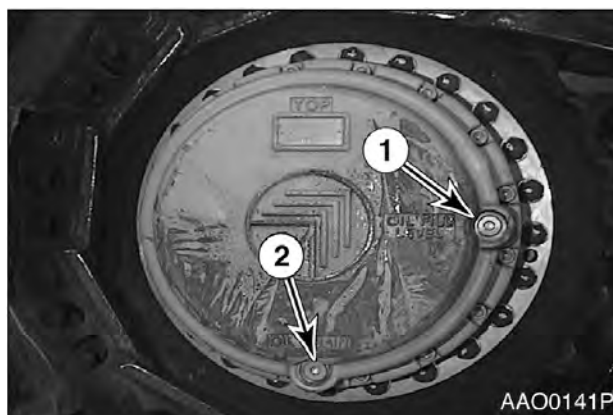

Рис. 50
2. Вращать гусеницы до тех пор, пока входные отверстия (1 и 2, рис. 50) не достигнут указанного правильного положения.
4. Проверить уровень масла. Масло должно примерно достигать нижней части крышки заглушки (2, рис. 50).